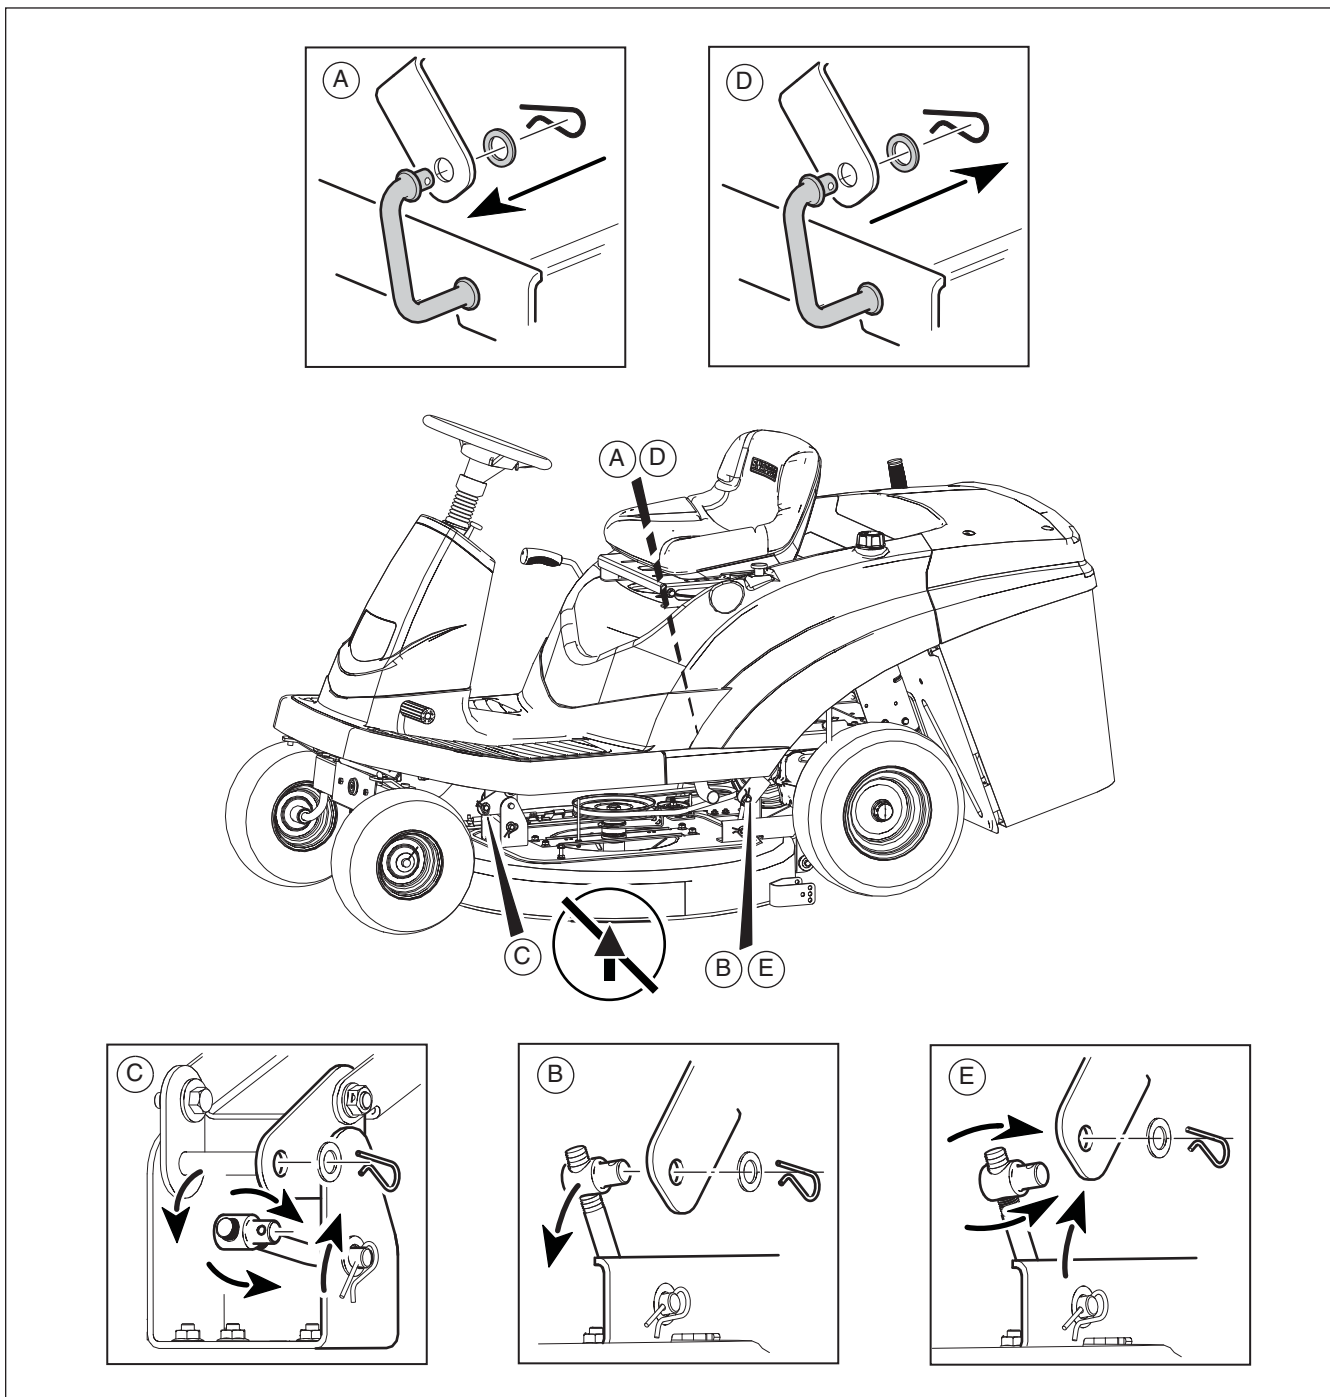

Figura 27
5. Desprenda os elos elevatórios da parte traseira da plataforma corta-relva (consulte a **A e B, Figura 27**).
7. Remova o gancho e a porca de regulação da unidade do fecho frontal (consulte a **C, Figura 27**).
10. Volte a fixar os elos elevatórios (consulte a **D e E, Figura 27**).